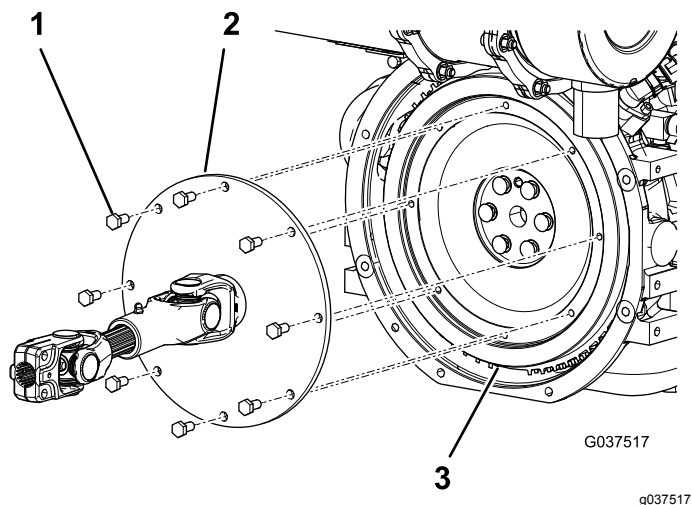

Рисунок 3
5. Выверните и удалите в отходы 8 колпачковых винтов, которые крепят большой конец имеющегося ведущего вала к маховику двигателя (Рисунок 3).